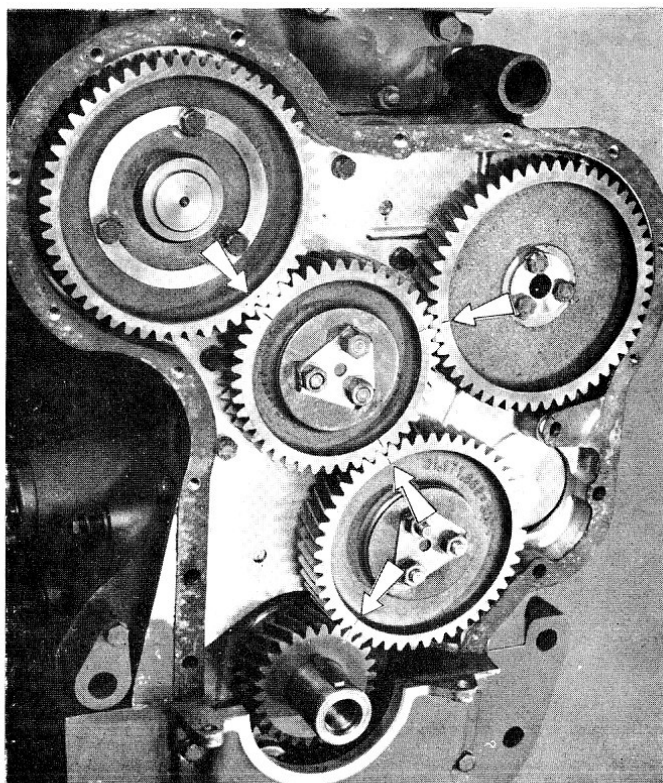

Fig. 6
- 1° Aligner les repères des pignons de distribution (fig. 6) ; au besoin, le cylindre n° 1 étant au P.M.H. et les soupapes du quatrième cylindre en balance, démonter et replacer les pignons intermédiaires pour faciliter l'opération.